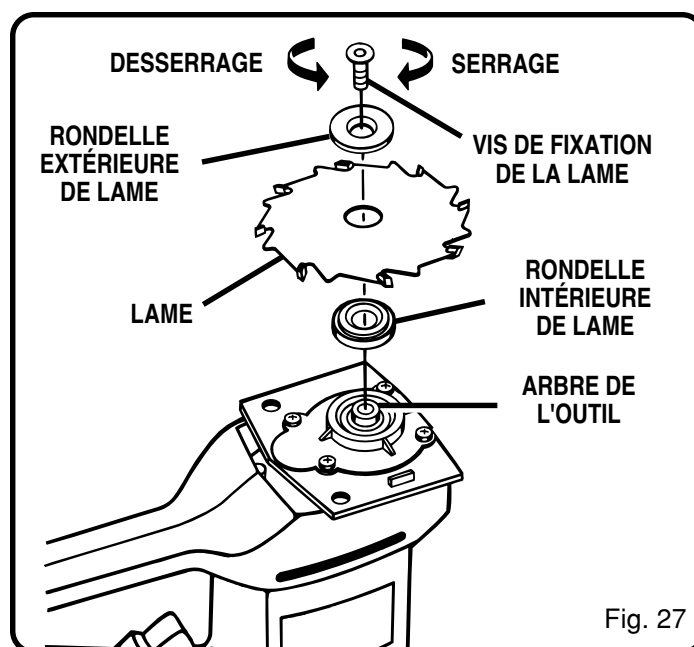

Fig. 27
11. À l'aide d'une clé de 3/16 po, ôtez la vis fixant la lame. **NOTE:** Faites tourner la vis dans le sens antihoraire. Voir figure 27.
14. Placez la rondelle intérieure de la lame sur l'arbre de l'outil. Voir figure 27.